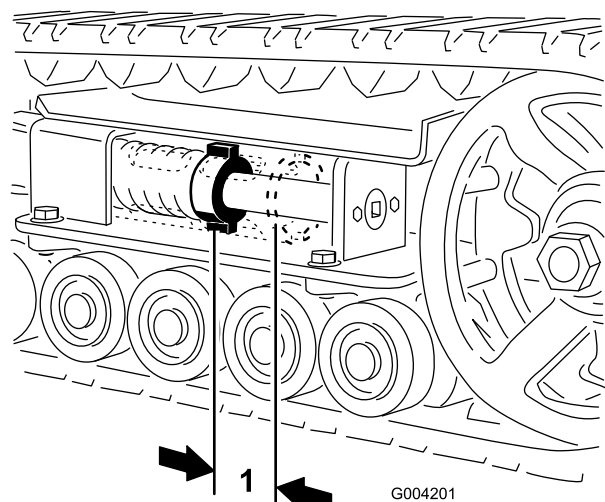
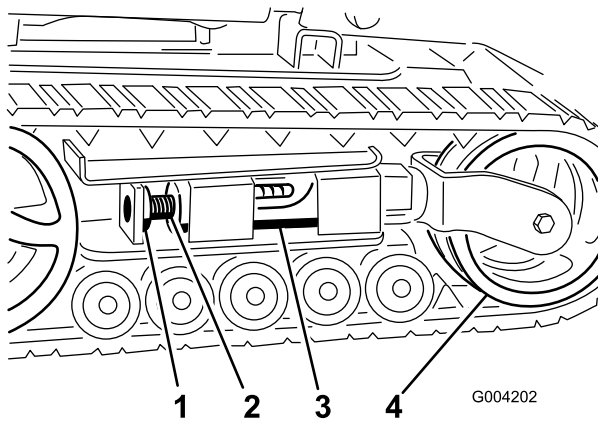
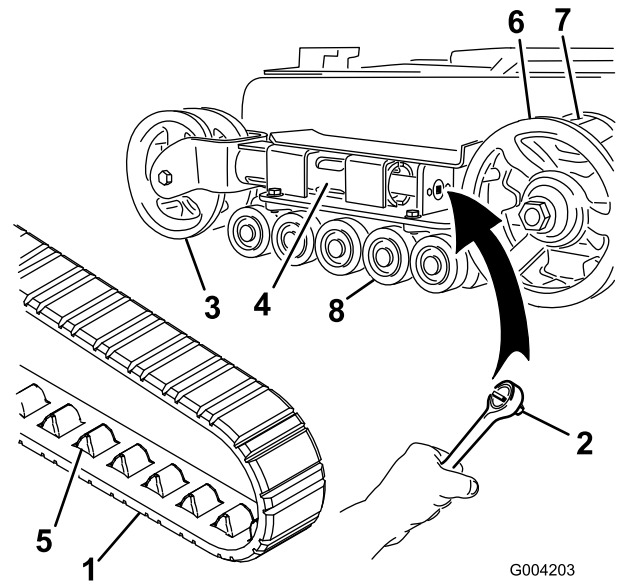
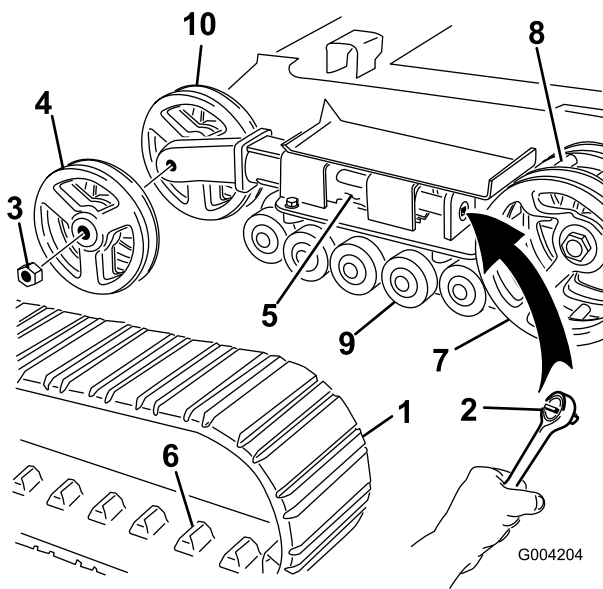

Bild 44
Bild 45
Bild 46
Bild 47
Zwischen der Spannungsmutter und der Rückseite des Spannungsrohrs sollte ein Abstand von 7 cm sein (Bild 44). Stellen Sie ansonsten die Kettenspannung wie folgt ein:
3. Entfernen Sie die Befestigungsschraube und Mutter (Bild 45).
4. Drehen Sie die Spannschraube mit einem Sechskantschlüssel (1/2 Zoll) (Bild 46) nach links, bis der Abstand zwischen der Spannmutter und der Rückseite des Spannsrohrs 7 cm beträgt (Bild 44).
5. Richten Sie die am nächsten liegende Kerbe in der Spannschraube mit dem Loch der Befestigungsschraube aus und befestigen Sie die Schraube mit der Befestigungsschraube und Mutter (Bild 45).
4. Lösen Sie die Antriebsspannung mit einem Sechskantschlüssel (1/2 Zoll), indem Sie die Spannschraube nach rechts drehen (Bild 45 und Bild 46).
5. Drücken Sie das Spannrاد zur Rückseite der Maschine, um den Abzweigschlauch gegen den Rahmen zu bewegen (Bild 46). (Wenn es den Rahmen nicht berührt, drehen Sie die Spannschraube so lange, bis es funktioniert.)
7. Wenn Sie die Kette vom Spannrاد entfernt haben, entfernen Sie sie auch vom Antriebsrad und den Straßenrädern (Bild 46).
8. Legen Sie die neue Kette, beginnend beim Antriebswirbel, um den Wirbel und stellen Sie sicher, dass die Stollen an der Kette zwischen die Distanzstücke auf dem Wirbel passen (Bild 46).
9. Drücken Sie die Kette unter und zwischen die Straßenräder (Bild 46).
11. Drehen Sie die Spannschraube nach links, bis der Abstand zwischen der Spannmutter und der Rückseite des Abzweigschlauchs 7 cm beträgt (Bild 44).
4. Lösen Sie die Antriebsspannung mit einem Sechskantschlüssel (1/2 Zoll), indem Sie die Spannschraube nach rechts drehen (Bild 45 und Bild 47).
5. Drücken Sie das Spannrad zur Rückseite der Maschine, um den Druckschlauch gegen den Rahmen zu bewegen (Bild 47). (Wenn es den Rahmen nicht berührt, drehen Sie die Spannschraube so lange, bis es funktioniert.)
6. Nehmen Sie die Mutter ab, mit der das äußere Spannrad befestigt ist. Nehmen Sie das Rad ab (Bild 47).
7. Nehmen Sie die Kette ab (Bild 47).
8. Nehmen Sie die Mutter ab, mit der das innere Spannrad befestigt ist. Nehmen Sie das Rad ab (Bild 47).
12. Setzen Sie das innere Spannrad ein und befestigen Sie es mit der vorher abgenommenen Mutter (Bild 47).
14. Montieren Sie die neue Kette. Achten Sie darauf, dass die Stollen in der Kette zwischen die Distanzstücke in der Mitte des Antriebsrads passen (Bild 47).
15. Setzen Sie das äußere Spannrad ein und befestigen Sie es mit der vorher abgenommenen Mutter (Bild 47).
17. Drehen Sie die Spannschraube nach rechts, bis der Abstand zwischen der Spannmutter und der Rückseite des Abzweigschlauchs 7 cm beträgt (Bild 44).